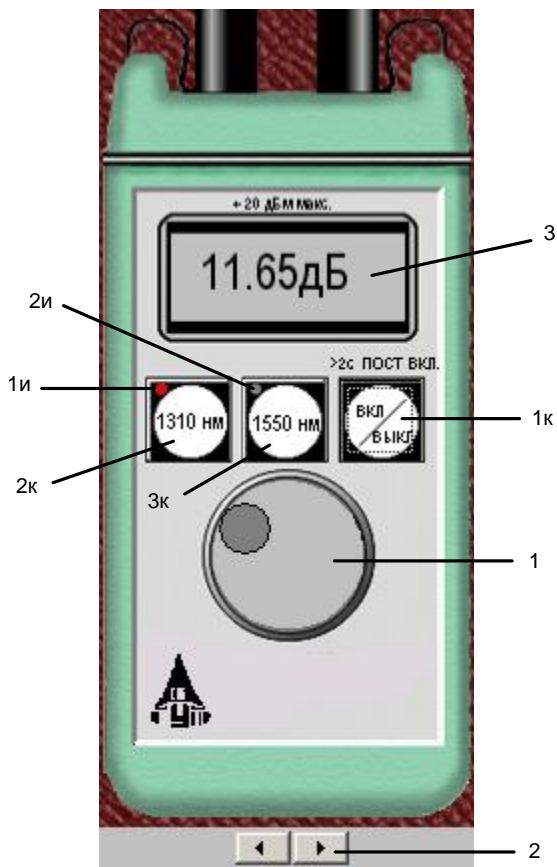

Рис. 2. Внешний вид и органы управления оптического аттенюатора
ОА (рис. 2) предназначен для внесения в волоконно-оптический тракт на данной длине волны известного регулируемого затухания от  $a=3$  до 60 дБ с разрешающей способностью  $\Delta a = 0.05$  дБ. Воспроизводимость установленной величины затухания  $\pm 0.1$  дБ. Максимальный входной уровень ОА при котором сохраняются параметры ОА составляет +20 дБм (100 мВт). Затухание устанавливается с помощью вращающейся рукоятки (1), которая позволяет изменять затухания в указанных пределах за 20 оборотов. Рукоятку можно поворачивать непосредственно с помощью «мыши» или с помощью нажатия «мышью» двух клавиш (2), расположенных на экране дисплея ниже ОА. Величина установленного затухания отображается на буквенно-цифровом жидкокристаллическом индикаторе (ЖКИ) (3). При выключении питания установленная величина затухания сохраняется, а при вращении рукоятки при выключенном питании величина затухания изменяется, но ее величина измерителю без включения питания не известна.